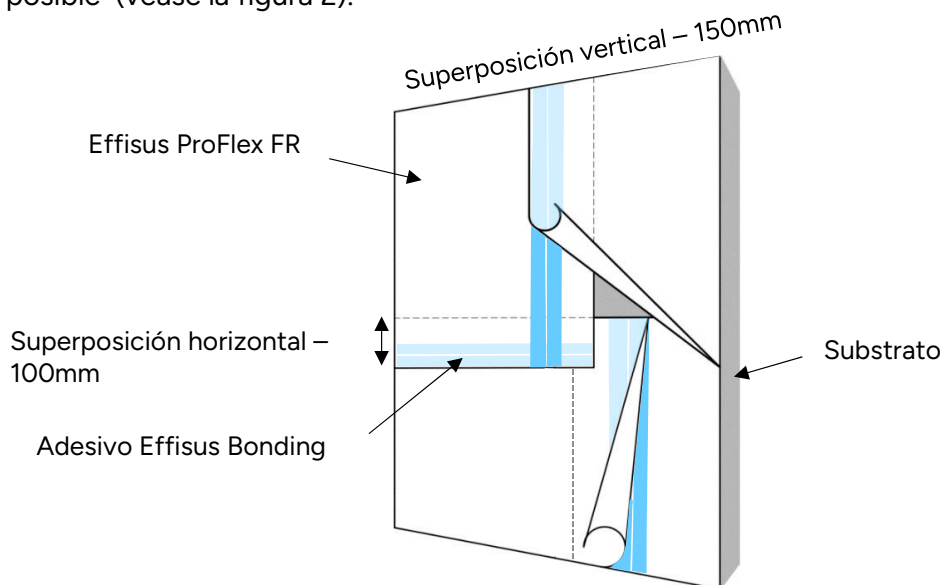

Figura 2 - Membrana Effisus ProFlex FR – Juntas superpuestas.
- Las juntas verticales deben solaparse al menos 150 mm y escalonarse o desplazarse siempre que sea posible (véase la figura 2).